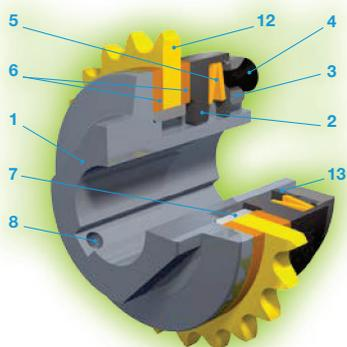

Fig. 2 Type 100.110, tailles 0 – 5
L'élément de transmission (12) (disque à chaîne ou poulie) est monté sur la bague centrale (7) comme illustré sur la figure 2 et serré entre les garnitures de friction (6) à l'aide du flasque de pression (2), des rondelles Belleville (5) et de l'écrou de réglage (3) avec rondelle d'arrêt (13). Plus les rondelles Belleville (5) sont comprimées par l'écrou de réglage (3), plus le couple, auquel l'élément de transmission (12) glissera, sera élevé. La description détaillée du réglage du couple se trouve à la page 21.